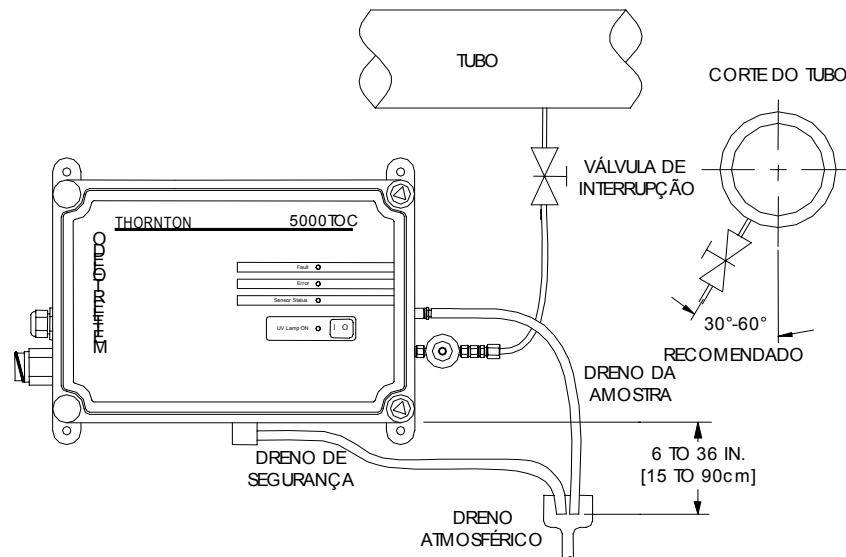

FIGURA 2
- Conecte o tubo ao dreno atmosférico localizado próximo ao sensor. Ver a figura 2 para obter detalhes dimensionais da localização do dreno. **Siga o requisito de dreno 6 a 36”.**
**Importante! O tubo de saída da amostra de Poliuretano deve ser alimentado por uma tubulação vertical ou caixa coletora próxima para criar um vão livre e evitar sifonamento. A instalação deve observar as dimensões apresentadas na Figura 2 para assegurar funcionamento apropriado do sensor.**
- Conecte o tubo ao dreno atmosférico localizado próximo ao sensor. Ver Figura 2 para obter detalhes da localização do dreno.